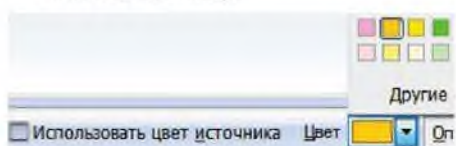

Рисунок 5.15 Задание пользовательского цвета модели
8) В *Панели свойств* во вкладке *Параметры* установить: *Прямое направление*, расстояние 30 (высота цилиндра); во вкладке *Свойства* убрать галочку *Использовать цвет источника* и задать цвет модели (рисунок 5.15).